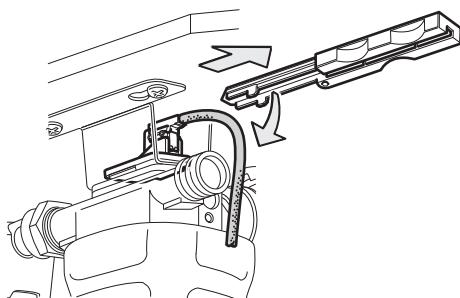

Abb. 10
- Wenn das Kabel frei hängt, Montagehilfe herausziehen. Der Geber verbleibt in dem Halter. (Abb. 10).